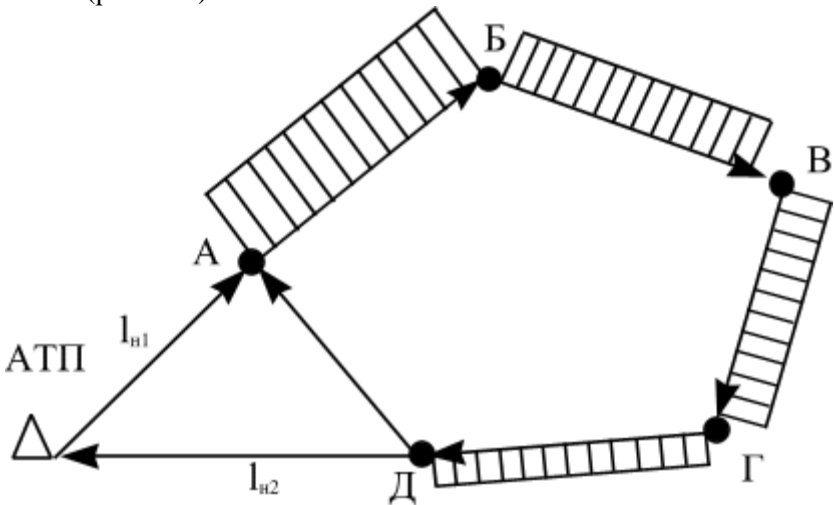

Рис.7.1. Схема роботи автомобіля на розвізному маршруті
1. За приведеними в таблиці 7.1. даними зробити розрахунок показників роботи рухомого складу на маршруті розвезення вантажів (рис. 7.1.)